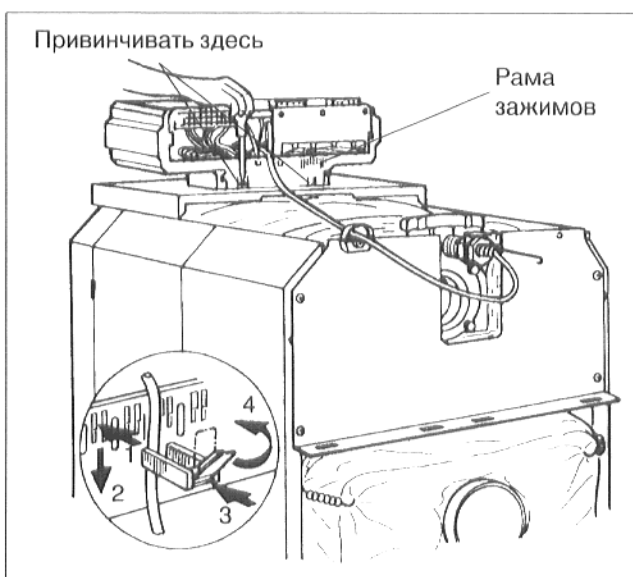

Рис. 49
- Прикрепить цоколь регулятора в кабельном вводе двумя винтами для листового металла, слева и справа на переднем кожухе котла (рис. 49).